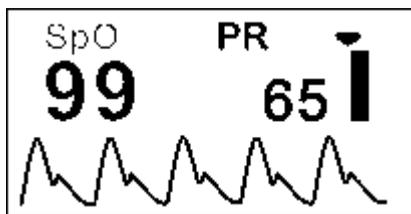
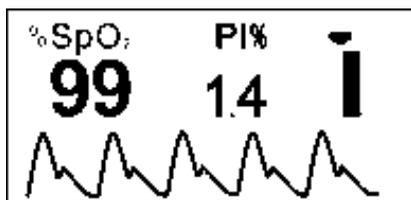

Figura 5
Figura 7
5. Quando il display visualizza la forma d'onda come in figura 5 premere il tasto per passare tra le varie funzioni:
6. Tenendo premuto il tasto per 2 secondi il display passa alla modalità in figura 7.
Nella modalità in figura 7 vengono monitorati e visualizzati sul display i valori di SpO2 e indice di perfusione a differenza della modalità in figura 5 dove vengono monitorati e visualizzati i valori di SpO2 e frequenza cardiaca.